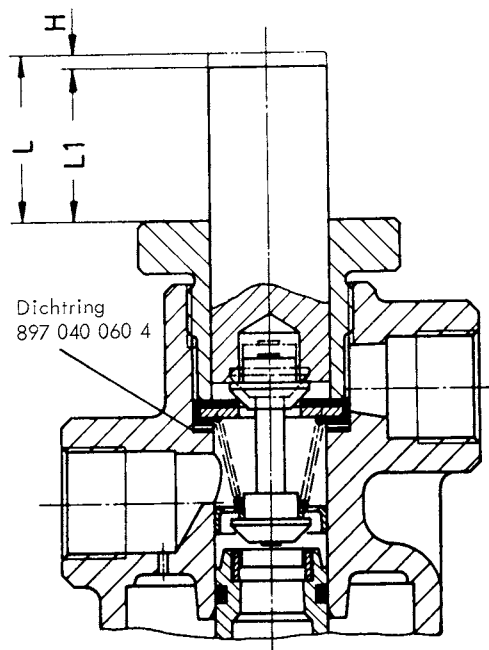

Abb. 4
b) Über das Drehschieberventil den Geräteanschluß Z (Manometer 2) mit vollem Prüfdruck belüften und das Maß L1 messen. (Abb. 4). Anschluß Z über das Drehschieberventil entlüften.
- a) Spannwinkel mit Gerät im Schraubstock um 180° drehen (Handbremshebel zeigt nach oben) und alle Geräteanschlüsse nach Prüfschema (Abb. 4) anschließen.